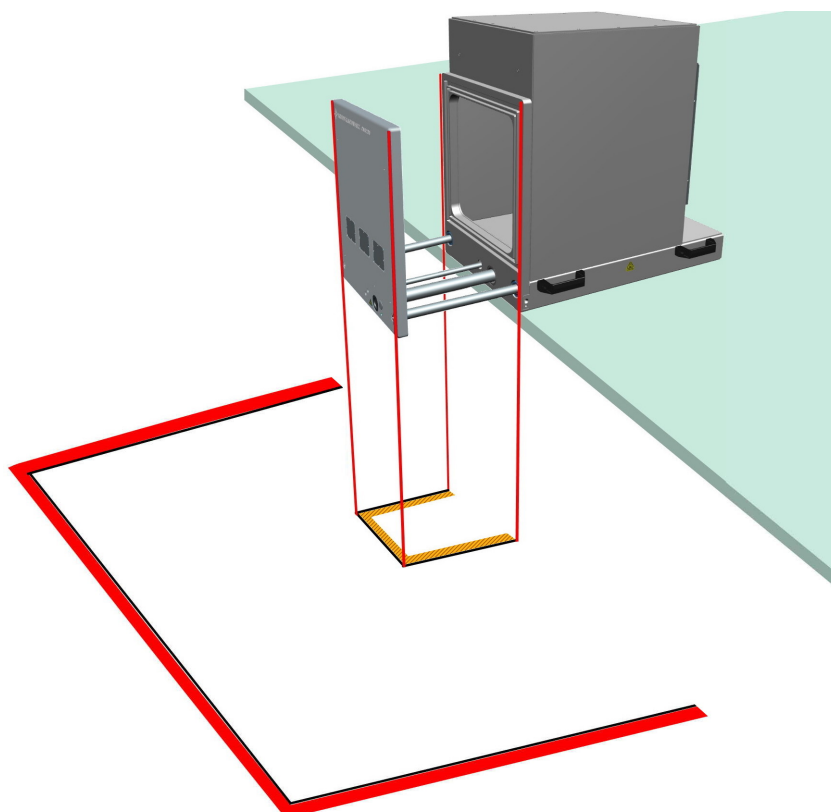

図 6-7: 地面に印が付けられたアクセス制限ゾーン
5. チャンバーの開いているドアの下の地面にドアゾーンの印を付けます（図 6-7 を参照）。
8. 地面のドアゾーンの外側 1 m の距離に、作業ゾーンの印を付けます。図 6-7 を参照してください。